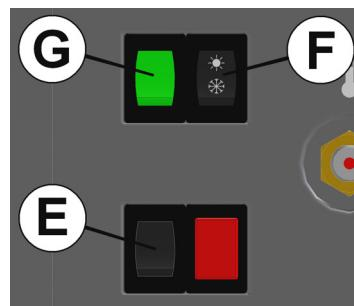

Fig. 7.4
19 Press the winter mode functioning push button on **WT100** boiler (F in fig. 7.4).
20 If necessary reset the boiler with the reset push button (E in fig. 7.4).
- (F in fig. 7.4).
20 Ripristinare, se necessario la caldaia, agendo sul pulsante di ripristino (E in fig. 7.4).
23 Spegnere la caldaia premendo il pulsante accensione/spegnimento caldaia (G in fig. 7.4), e **illustrare all'utente il corretto uso dell'apparecchio** come indicato nel libretto *note d'impiego* nel quale sono illustrate le operazioni di:
19 En las calderas **WT100** oprimir el botón de funcionamiento en invierno (F en la fig. 7.4).
20 De ser necesario, restablecer el funcionamiento de la caldera, actuando sobre el botón de reposición (E en la fig. 7.4).
23 Turn the boiler off by pressing its ON/OFF push button (G in fig. 7.4), and **show the user how to use the appliance correctly** as indicated in the *notes for use* where the following operations are illustrated:
23 Apagar la caldera presionando el botón de encendido/apagado de la caldera (G en la fig. 7.4), y **explicar al usuario el uso correcto del aparato**, así como está indicado en el manual *instrucciones de uso* donde están detalladas las operaciones de: